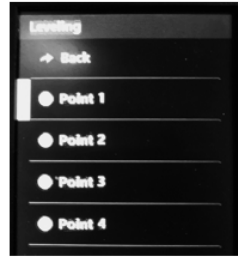

Fig 2
**Passaggio 3:** Esegui "Prepare>> Bed leveling>> Point 1" sul pannello di controllo (Fig 2), l'ugello andrà agli angoli del letto, allentare i dadi a mano sotto il piano caldo (Fig 3) e lasciare che l'ugello quasi tocchi il piano caldo (Fig 4). Continua a fare il "Punto 2/3/4" finché tutti e 4 gli angoli non saranno stati livellati.